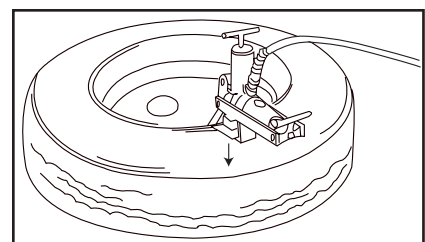

Figura 4
2. Continúe aplicando presión hidráulica hasta que el ariete del desmontador de llantas se extienda aproximadamente 6,35 mm [1/4 in.]. (Vea la Figura 4.)